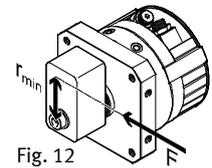

Fig. 12
- Asegúrese de que se observan las siguientes especificaciones (Fig. 12):